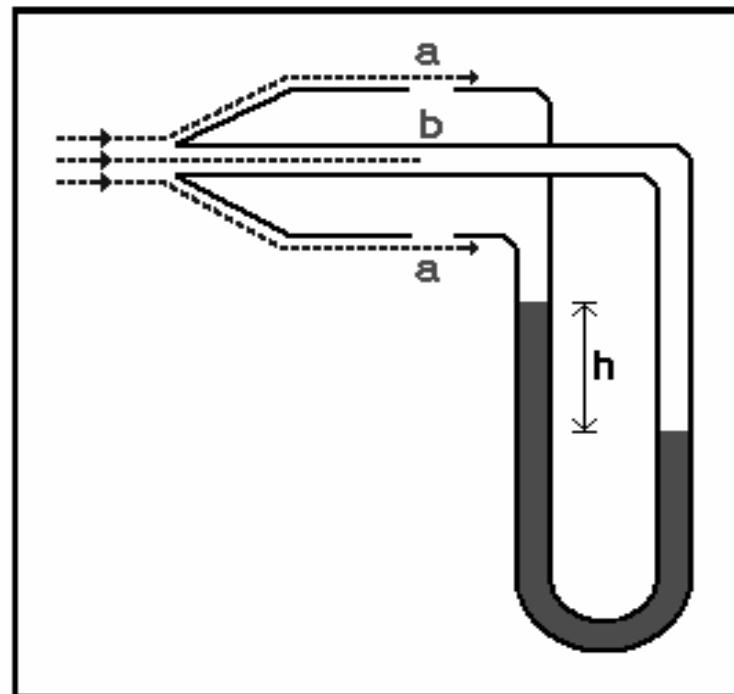

Figura 10.13. Tubo de Pitot.
**Ejemplo 10.8: Tubo de Pitot.** Es uno de los medidores más exactos para medir la rapidez de un gas dentro de una tubería. El equipo, que se muestra en la figura 10.13, consta de un tubo en U con un líquido manométrico, donde la rama "a" en la figura 10.13, se conecta a la tubería y la otra rama "b", cuya abertura está dirigida corriente arriba, se deja en el interior por donde circula el gas con rapidez  $v$ , de modo que el fluido ingrese dentro de ésta y suba hasta que la presión aumente lo suficiente dentro del mismo y equilibre el impacto producido por la velocidad.